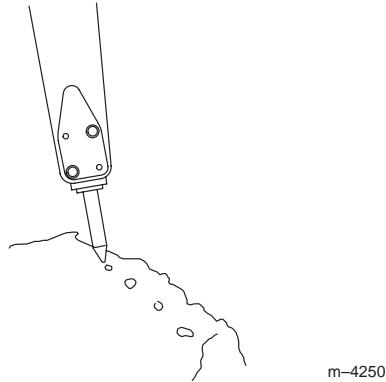

Figure 3
- Pour beaucoup de matériaux, le battage continu au même endroit est inefficace. Déplacez la défonceuse chaque fois qu'elle pénètre dans le matériau sans le briser. Lorsque vous changez de place, déplacez la défonceuse parallèlement au bord du matériau à environ 7,5 cm du trou précédent. Cela aura pour effet de rayer le matériau et, si cela est répété, d'en briser un grand morceau (Fig.3).